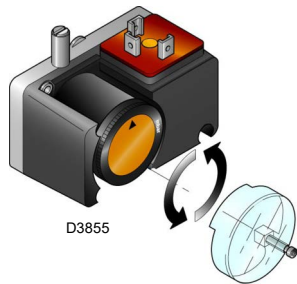

Fig. 22
- Regolare il pressostato gas di minima (Fig. 22) all'inizio scala.